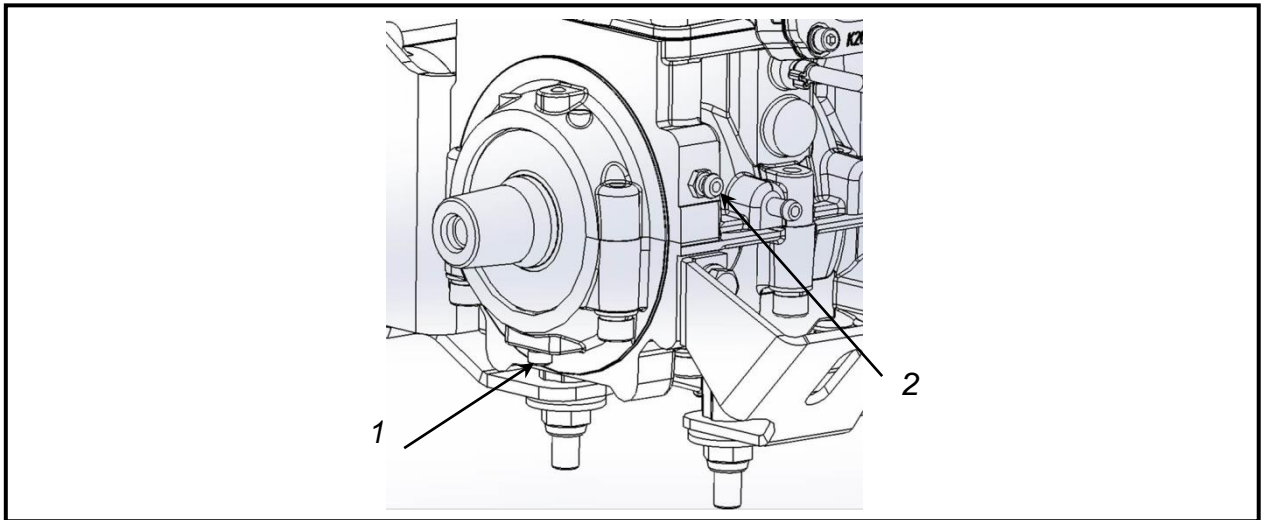

Рисунок 32 – Смазка подшипника двигателя РМЗ-551
- выверните винт 1 (рисунок 32);